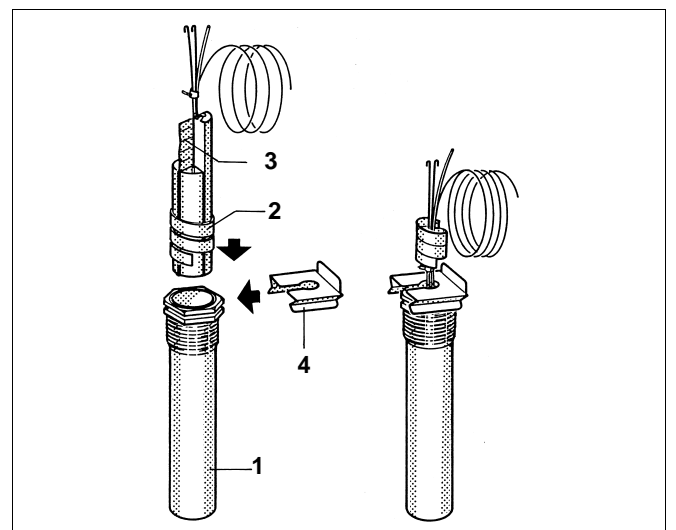

Abb. 18 Tauchhülse und Temperaturfühler
- Temperaturfühler bis zum Anschlag in die Tauchhülse (Abb. 18, **Pos. 1**) einstecken. Die Kunststoffspirale (Abb. 18, **Pos. 2**) schiebt sich dabei automatisch zurück. Die Ausgleichfeder (Abb. 18, **Pos. 3**) muss mit in die Tauchhülse (Abb. 18, **Pos. 1**) geschoben werden.
- Fühlersicherung (Abb. 18, **Pos. 4**) (Lieferumfang Regelgerät) von der Seite oder von oben auf den Tauchhülsekopf drücken (siehe Pfeile).